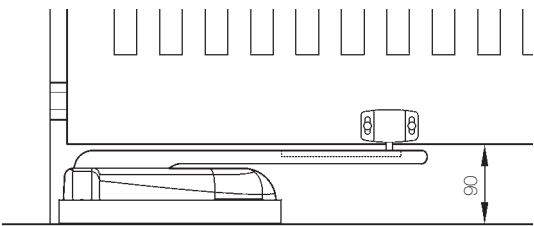
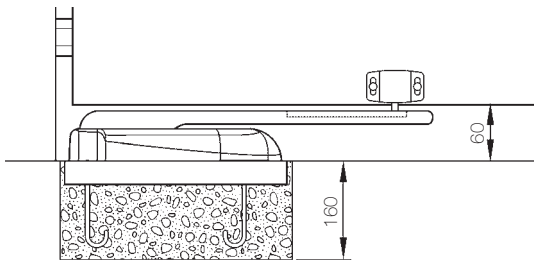
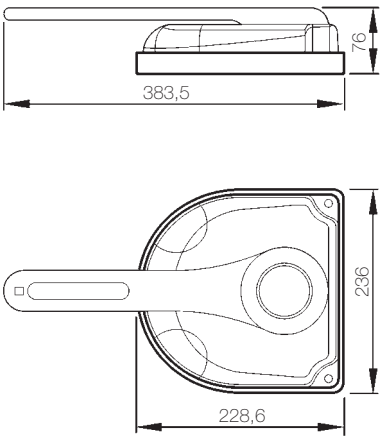

Figura 10
Figura 11
Figura 12
- Verificare i limiti di ingombro facendo riferimento alla Figura 10, Figura 11, Figura 12 e a seconda del tipo di installazione: con motoriduttore completamente interrato o con motoriduttore a livello.